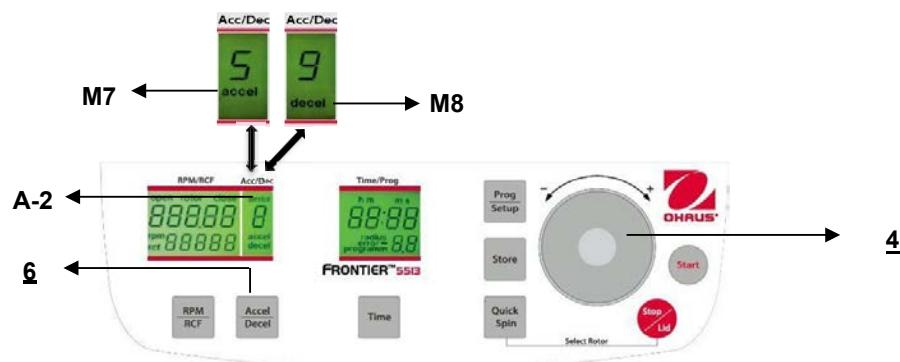

Figure. 15
Se reporter à la figure 15 ci-dessous pour référence.
Le couvercle ne doit être que très légèrement abaissé. Un verrouillage électromagnétique du couvercle le referme et simultanément, le mot "open" (M2) disparaît (voir la figure 15).
Cette fonction est activée avec la touche **"Accel/Decel"** (6) (voir la figure 15).